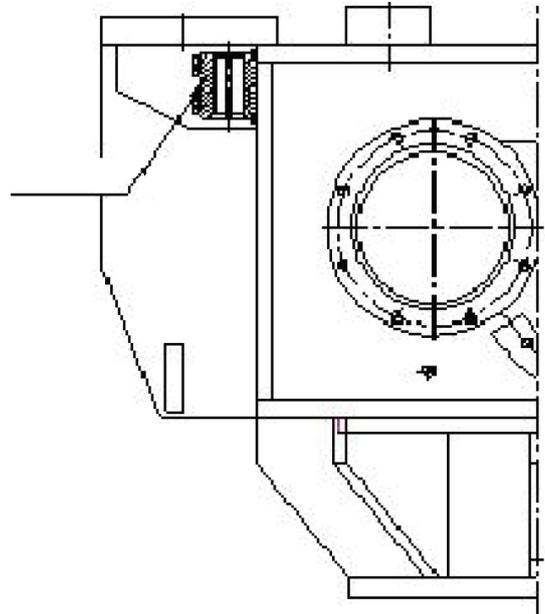

Рис.5. Кабельный зажим.
8.4 Для подключения питающего кабеля к клеммной коробке наденьте на него гайку, шайбу и резиновую втулку сальника, жилы кабеля протяните внутрь клеммной коробки через сальник. Кабельные наконечники силовых жил закрепите на клеммы R, S, T и затяните. Обратите внимание, что клеммы U1, V1, W1 являются клеммами выходами для питания блока управления. Присоедините один конец кабеля к клеммам U1, V1, W1, а другие к клеммам электродвигателя, затяните их и заизолируйте. Снимите защитную крышку, закройте кабели резиновой защитой, положите на основание зажима и закрепите болтами. После затяжки убедитесь, что изоляция не повреждена, кабели надежно закреплены в кабельном зажиме (Рис.5.). Нулевую жилу присоедините к болту заземления. Резиновую втулку, надетую на кабель, вставьте в гнездо сальника, прижмите шайбой и закрепите гайкой сальника.